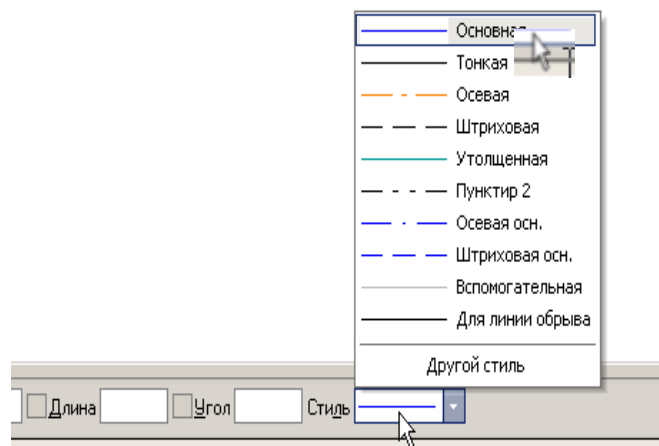
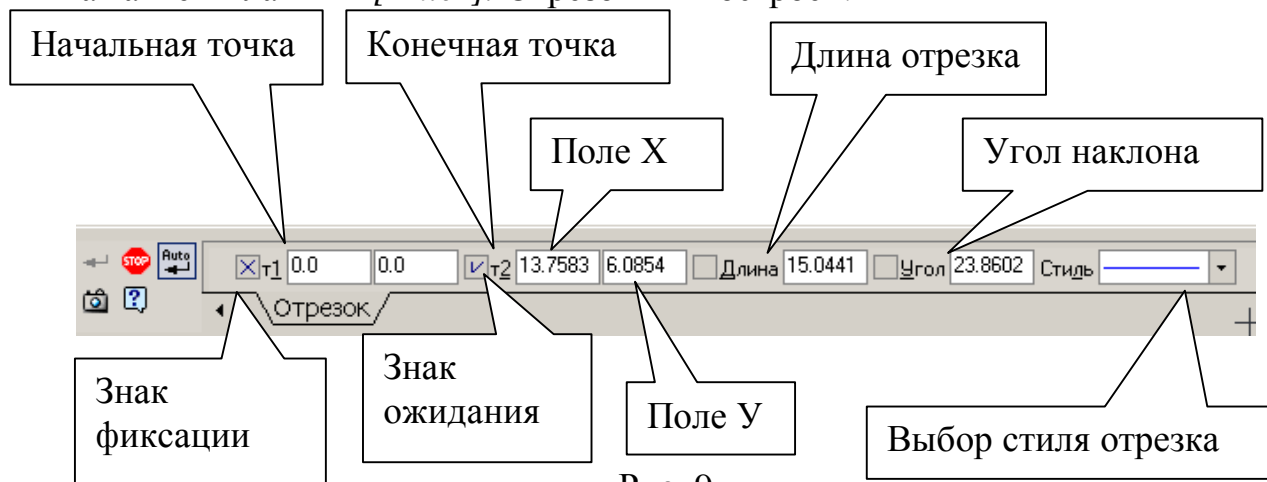
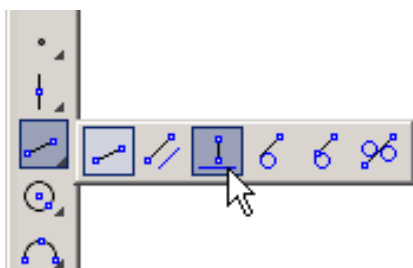

Рис. 8
Рис. 9
Рис. 10
Убедитесь, что кнопка **Автосоздание** включена на панели специального управления, рис. 4. Параметры отрезка при его создании и редактировании отображаются в отдельных полях **Строки параметров** (рис. 9): два поля координат **X** и **Y** начальной (**t1**) и конечной (**t2**) точек, поле длины отрезка, поле его угла наклона, поле стиля отрезка.
1. Выполните построение отрезка AB , заданного координатами концов отрезка. Для этого подведите курсор к началу координат (координаты точки A (0, 0)) и зафиксируйте положение точки A нажатием левой кнопки мыши. Начальная точка (рис. 9) будет построена. Убедитесь, что стилем прямой является «Основная линия». Выбор стиля прямой показан на рис. 8.
Для фиксации точки $B(30, 50)$ активизируйте поле X точки 2 (конечная точка, рис. 9) двумя щелчками левой кнопкой мыши (можно с помощью горячих клавиш: $[Alt]+[2]$), введите значение «30». С помощью клавиши $[Tab]$ активизируйте поле Y , введите значение «50» и завершите ввод данных нажатием клавиши $[Enter]$. Отрезок AB построен.
2. Постройте отрезок CD по координатам начальной и конечной точек, выбрав стиль отрезка «Штриховая», рис. 8.
Для фиксации точки $C(30, 0)$ активизируйте поле X точки 1 (начальная точка, рис. 9) двумя щелчками левой кнопкой мыши (можно с помощью горячих клавиш: $[Alt]+[1]$), введите значение «30». С помощью клавиши $[Tab]$ активизируйте поле Y , введите значение «0» и завершите ввод данных нажатием клавиши $[Enter]$. Для фиксации точки $D(0, 50)$ активизируйте поле X точки 2 (конечная точка, рис. 9) двумя щелчками левой кнопкой мыши, введите значение «0». С помощью клавиши $[Tab]$ активизируйте поле Y , введите значение «50» и завершите ввод данных нажатием клавиши $[Enter]$. Отрезок CD построен.
3. Для построения отрезка DK выберите стиль отрезка «Тонкая» (рис. 8) и активизируйте команду *Перпендикулярный отрезок* на панели расширенных команд, рис. 10.